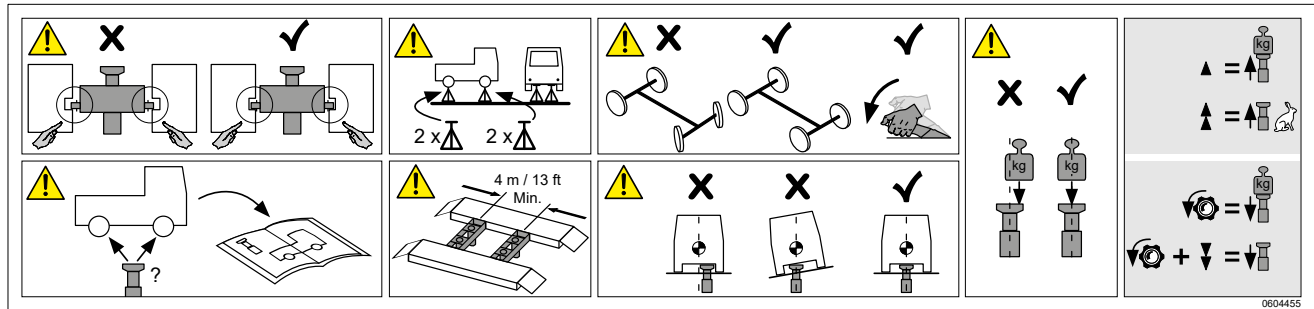

Fig.46
- Mærkater af sikkerhedsmæssig betydning er læsbare (Fig.46).
- Furthermore all safety labels must be checked to ensure that they are legible (Fig.46).
- Lesbarkeit wichtiger Sicherheitshinweise (Fig.46).
- Toutes les étiquettes de sécurité doivent être vérifiées pour s'assurer qu'elles sont lisibles (Fig.46).
- Vidare måste alla säkerhetsdekaler kontrolleras för att säkerställa att de är läsbara (Fig.46).
- Myös kaikkien varoitustarjosten luettavuus on tarkastettava (Fig.46).
- Bovendien moeten alle veiligheidslabels worden gecontroleerd om ervoor te zorgen dat ze leesbaar zijn (Fig.46).
- Además, se deben comprobar todas las etiquetas de seguridad para asegurarse de que son legibles (Fig.46).
- Кроме того, все предупреждающие этикетки должны проверяться на предмет их разборчивости (Fig.46).
- Inoltre, è necessario controllare l'integrità e la perfetta leggibilità di tutte le etichette di sicurezza (Fig.46).